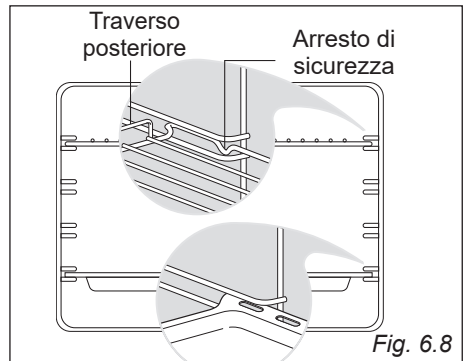

Fig. 6.8
- Infilare in mezzo alle guide dei telai laterali la leccarda e la griglia come in (fig. 6.8).